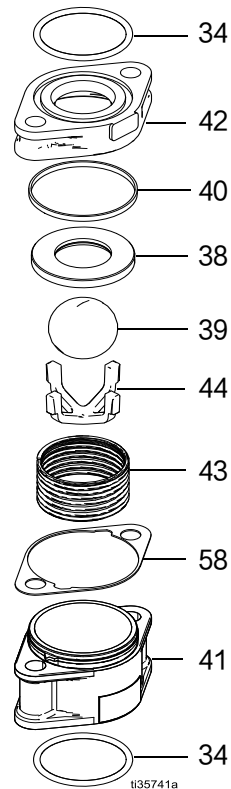

图 9. 止回阀外壳组件
1. 在 O 形圈 (34) 上涂抹润滑剂，然后将其放置在波纹管腔的歧管部分中。
2. 将可去除的（蓝色）Loctite® 243 涂于整个有头螺丝 (40) 螺纹上。将两个带垫圈 (47) 的有头螺丝 (45) 安装到入口歧管的底部法兰孔中，并穿过已组装的止回阀外壳 (41)。参见图 9 中的已组装止回阀外壳。